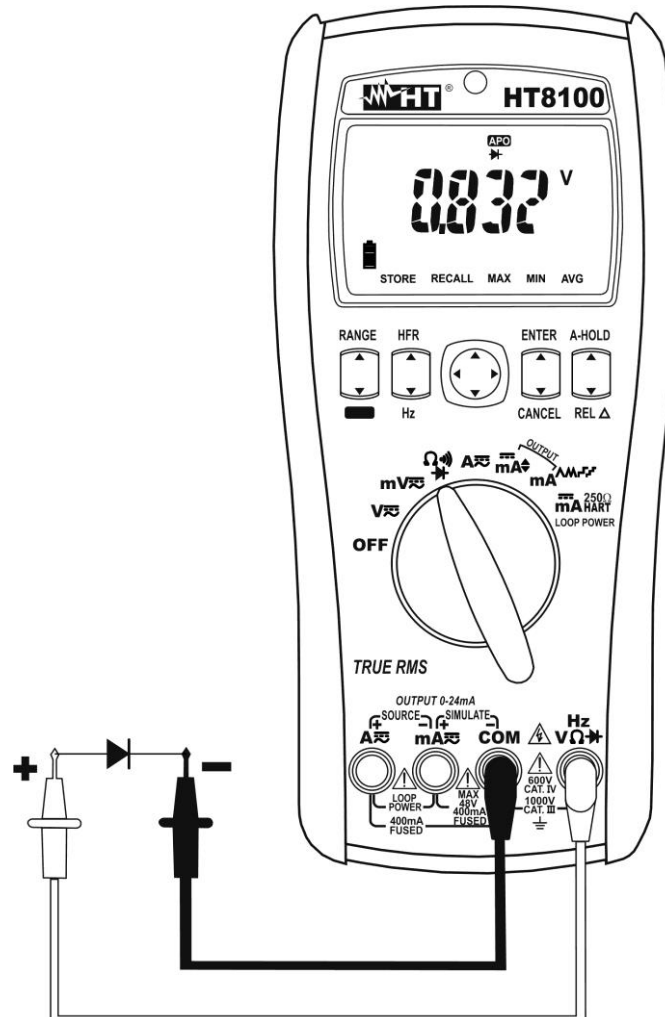

Fig. 7: Uso do instrumento para o Teste de Díodos
4. Colocar as ponteiros nas extremidades do diodo em exame respeitando as polaridades indicadas (ver Fig. 7). O valor da tensão do patamar em polarização direta é apresentado no display. Para uma boa junção P-N, o instrumento deve apresentar um valor compreendido entre 0.4 e 0.9V. Se o valor do patamar de tensão é 0mV a junção P-N do diodo está em curto-circuito.
5. Se o instrumento apresenta a mensagem "**OL**" os terminais do diodo são invertidos em relação ao indicado na Fig. 7 ou a junção P-N do diodo está danificada.